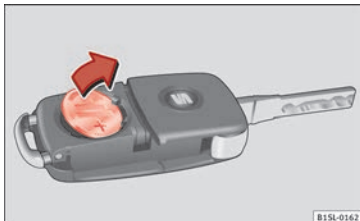

Abb. 100 Fahrzeugschlüssel: Batterie herausnehmen.
- Batterie mit einem geeigneten dünnen Gegenstand aus dem Batteriefach heraushebeln » **Abb. 100**.
- Neue Batterie wie gezeigt ansetzen » **Abb. 100** und entgegen der Pfeilrichtung in das Batteriefach drücken » ❷.